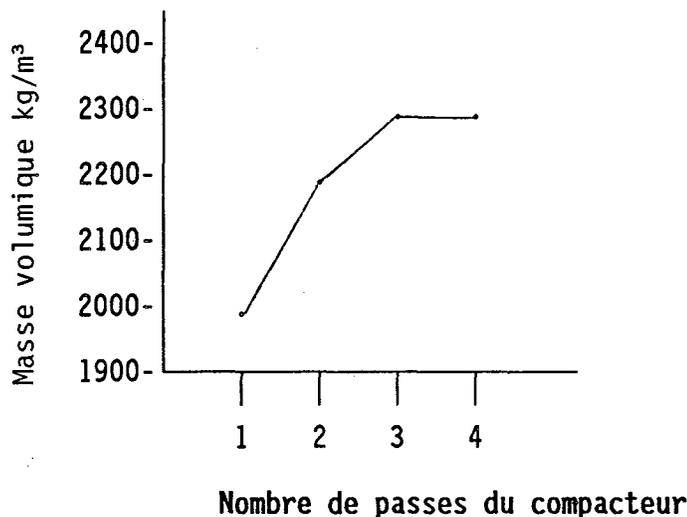

Figure 2-3
- Normalement, ces essais sont pris derrière l'unité de pavage à mesure que la couche est posée. Des essais sont pris à la surface après chaque passe du rouleau compacteur jusqu'à ce que le matériau atteigne une densité maximale. La figure 2-3 montre un exemple typique du changement de densité par rapport au nombre de passes du rouleau compacteur.